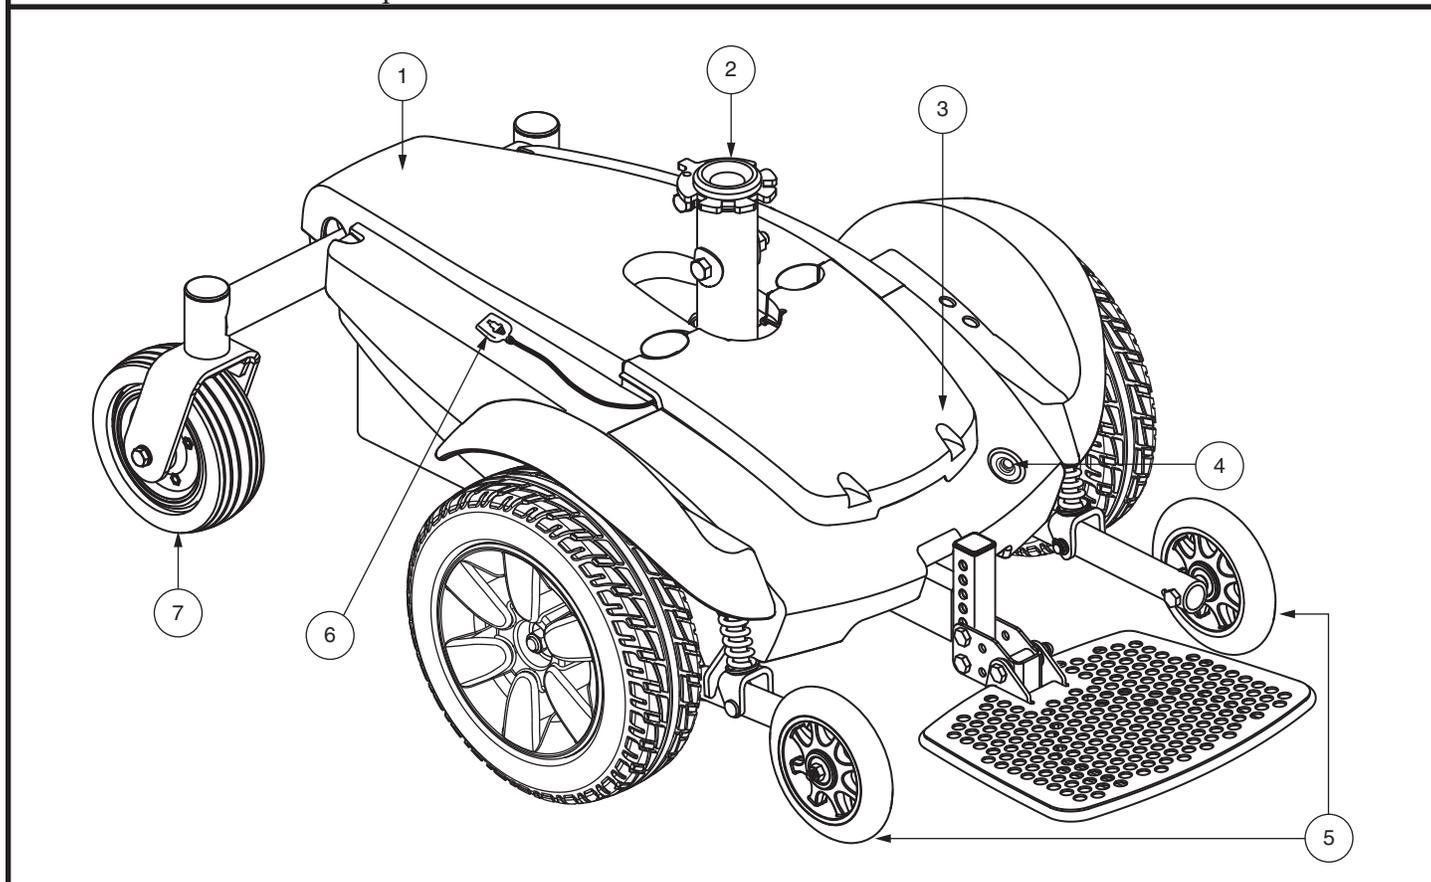

Bild 2. Der Jazzy Select Netzteil
4. Verbinden Sie das Kabel der Steuerung mit dem Steckverbinder an der Antriebsbasis. **Siehe Bild 2, 3, oder 4.**